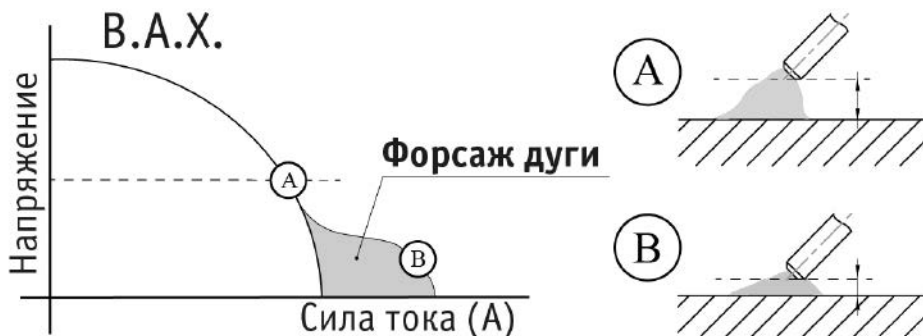

Рис. 7.3.1. Форсаж дуги.
**Форсаж дуги:** рекомендуется применять при сварке покрытыми электродами на малых токах. В процессе сварки происходит автоматическая регулировка силы сварочного тока, что уменьшает склонность к залипанию покрытого электрода к свариваемой детали (См. рис. 7.3.1).